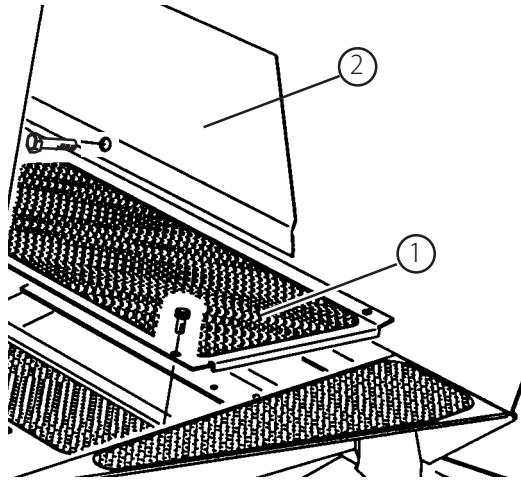

図4
1. フロア・パネルの左前角およびアクセス・パネルの左端をフレームに固定している留め具を取り外す(図4)。
2. 外した留め具の代わりに、フランジ・ヘッドねじ(5/16 x 5/8 in)を取り付ける。(付属部品として入っている)(図4)。
3. 外した留め具の代わりに、フランジ・ヘッドねじ(5/16 x 3/10.16 cm)をアクセス・パネルに取り付ける。(付属部品として入っている)(図4)。